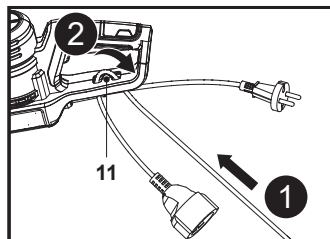

Fig. 2
1. Replier la rallonge à environ 20 cm de l'extrémité, faire passer la boucle dans le trou du support de câble (11) et accrocher la boucle sur le crochet (Fig. 2, étapes 1, 2).